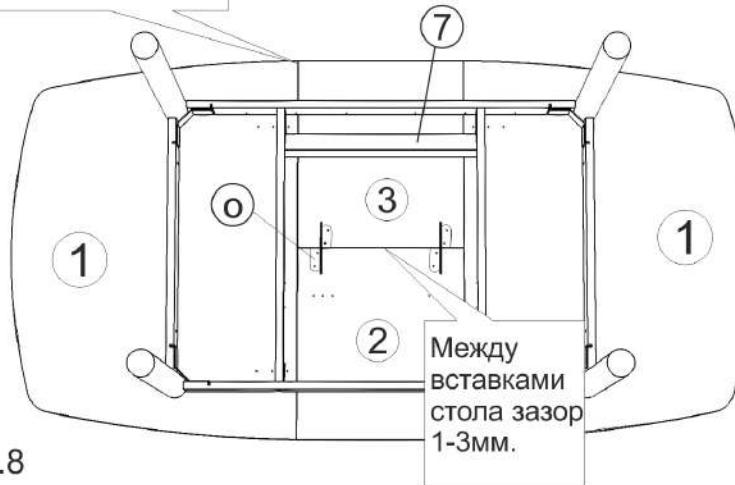

рис.8
13. На пол кладем столешницы (1) наколками вверх. Сверху кладем каркас стола.
- Столешницы (1) крепим к механизму шариковыми саморезами (к), ориентируясь на наколки.
14. Раздвигаем столешницы. Под каркас кладем обе вставки стола как показано на рис.8.
15. Выравниваем внешние края деталей (2,3) и (1).
16. Между вставками стола в центре должно быть расстояние 1-3мм для складывания (см. рис. 8).